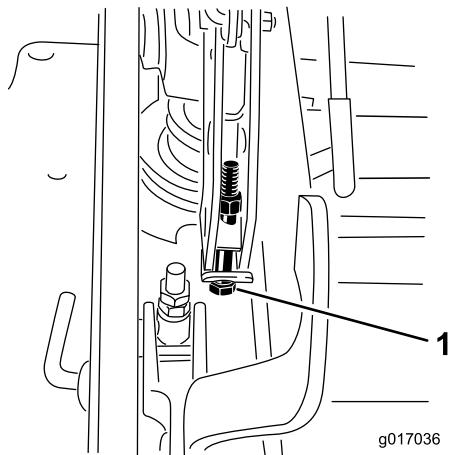

Bild 73
- Wenn das Mähwerk zu niedrig ist, drehen Sie die zentrale Einstellschraube nach rechts, um sie anzuziehen. Wenn das Mähwerk zu hoch ist, drehen Sie die zentrale Einstellschraube nach links, um sie zu lösen (Bild 73).